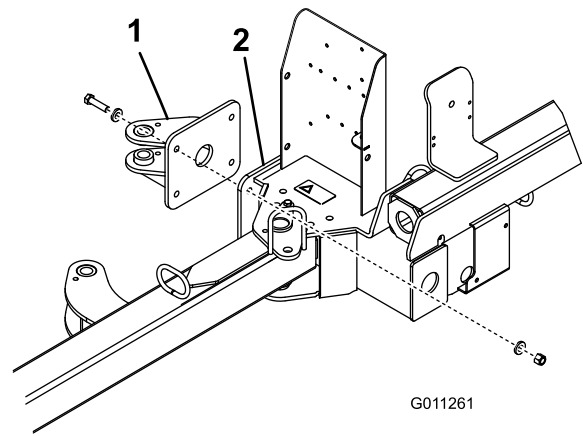

Figura 5
- Monte el soporte trasero del actuador en el bastidor de la barredora con 4 pernos ($1/2" \times 2"$), 8 arandelas planas ($0,531 \times 0,063$) y 4 contratuercas ($1/2"$). Coloque los componentes según se muestra en Figura 5.